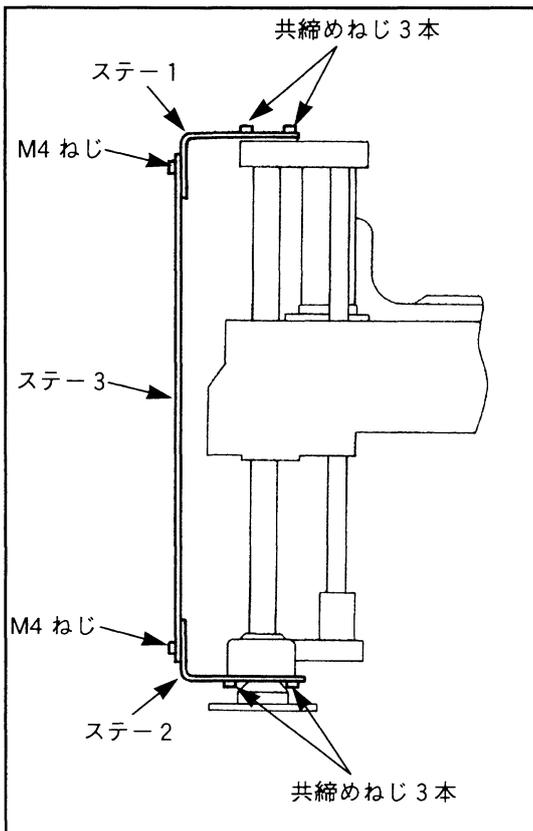

図5-79 ステータス1・ステータス2の取り付け
- ③ステータス1・ステータス2を図5-79のように上下軸の上部、下部にあるベアリングカバー部に共締めします。